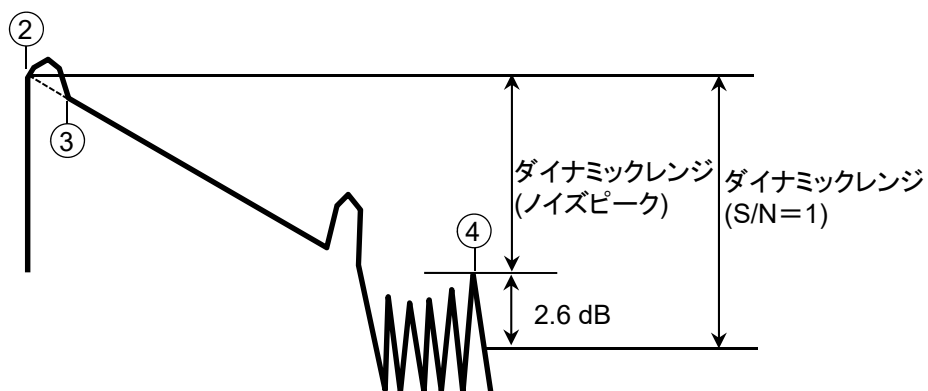

図 14.3.3-2 ダイナミックレンジの測定
20. マーカを図 14.3.3-2 で示す位置に置きます。
- ② トレースグラフの左端
- ③ アクセスマスタの光コネクタ
- ④ ノイズのピーク